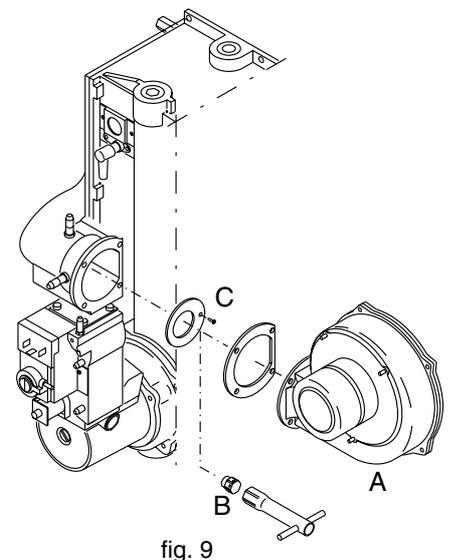

fig. 9
- eliminare il diaframma interno (part. C, fig. 9) e sostituire l'iniettore per GPL con quello per gas METANO (part. B).